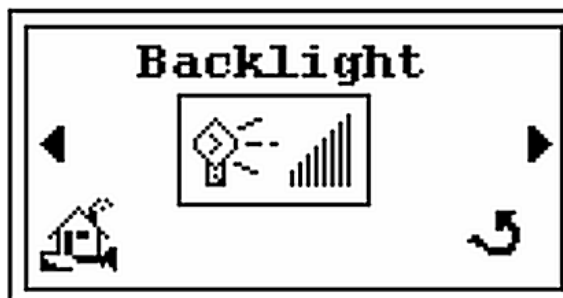

図 2-19 Backlight 画面
2. ▶ を押すと *Backlight* 画面が表示されます (図 2-19)。